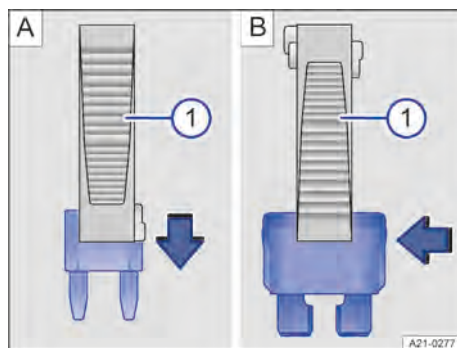

Fig. 185 Extraction ou mise en place du fusible (schéma de principe)
① Pince en plastique
1. Si nécessaire, retirez la pince en matière plastique → fig. 185 ① du cache de la boîte à fusibles concernée.
2. Pour les *petits fusibles*, saisissez-les par le haut à l'aide de la pince en plastique → fig. 185 **A** ①, pour les *fusibles de plus grande taille*, faites glisser latéralement la pince en plastique sur le fusible pour le saisir → fig. 185 **B** ①.
4. Si le fusible est grillé, remplacez-le par un fusible neuf de même intensité (même couleur et mêmes inscriptions) et de même taille → ①.